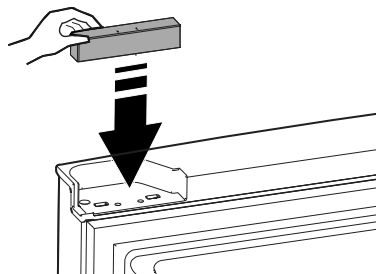

Figure 23
44. Fixez l'aimant du commutateur à lames dans le coin de la porte du réfrigérateur (voir Figure 23).